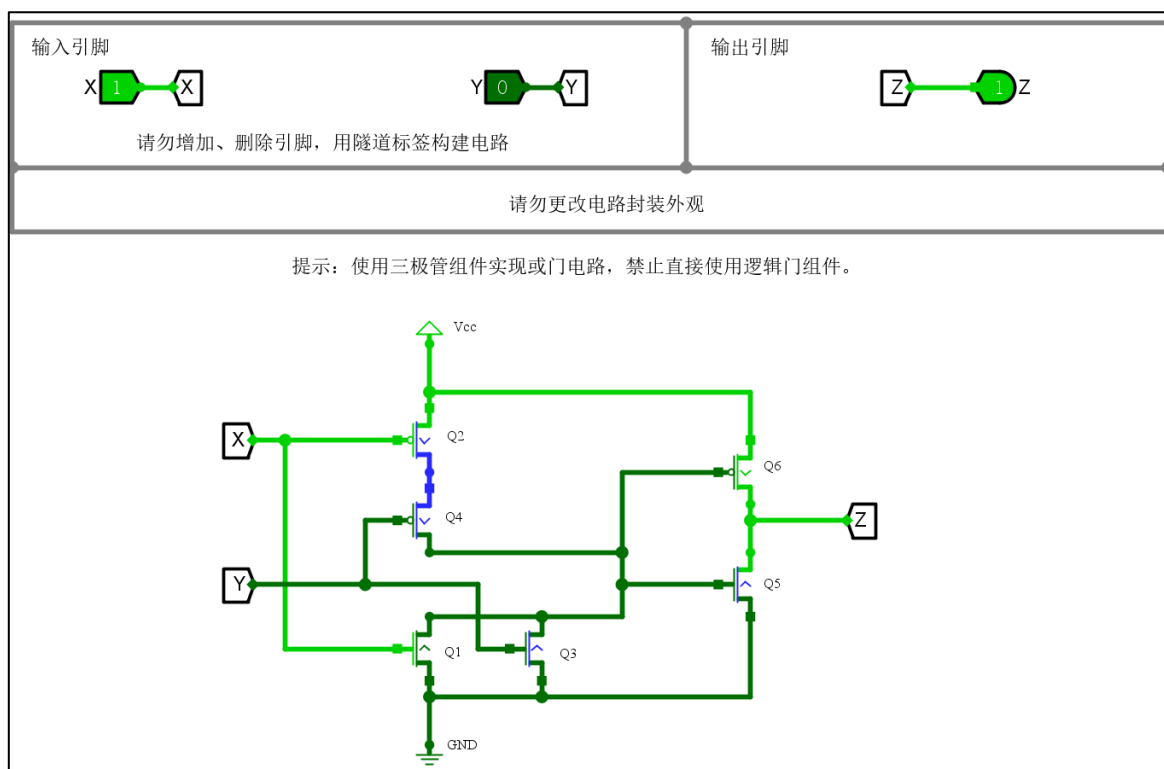

图 1.11 实现或门时的电路验证图
5) 仿真验证电路。如图 1.11 所示，进入仿真状态，改变输入引脚赋值，记录输出引脚值。保存电路设计文件为 lab1.2.circ。